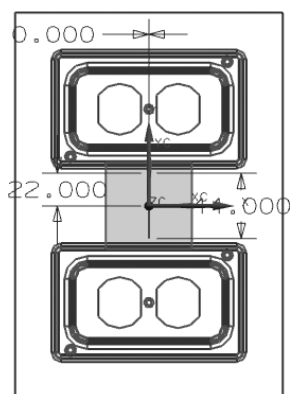

图 9-73 绘制流道引导线
(2) 在对话框中单击【草图】按钮，弹出如图 9-72 所示的【创建草图】对话框。选择分型面作为草图平面，绘制所需要的流道引导线定义流道路径，如图 9-73 所示，在两个型芯之间绘制一条简单的直线。